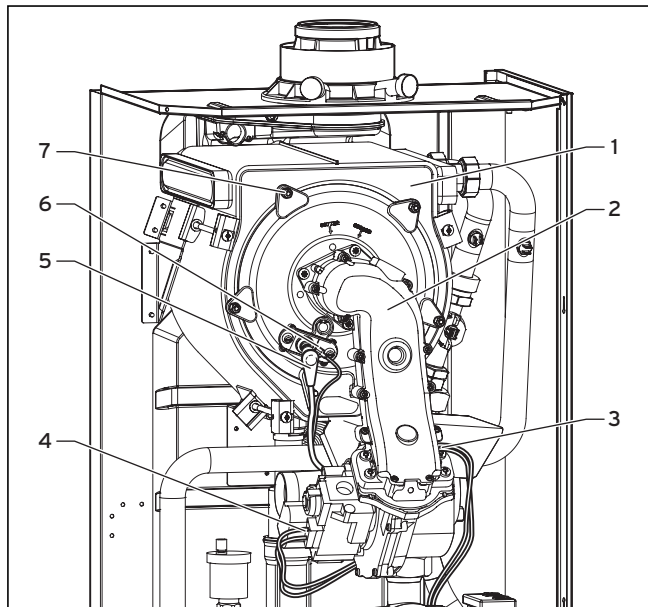

Fig. 10.2 Desmontar el módulo térmico compacto
- Inserte el módulo térmico compacto (2, fig. 10.2) en el intercambiador de calor de condensación (1, fig. 10.2).
- Atornille las cinco tuercas (7, fig. 10.2) incluyendo el soporte del tubo de aspiración de forma cruzada, hasta que la puerta del quemador quede enrasada uniformemente con las superficies de tope.
- Coloque la línea de encendido (5, fig. 10.2) y la línea de toma de tierra (6, fig. 10.2).
- Coloque los cables (3, fig. 10.2) en el motor del ventilador y el cable (4, fig. 10.2) en la valvulería del gas.